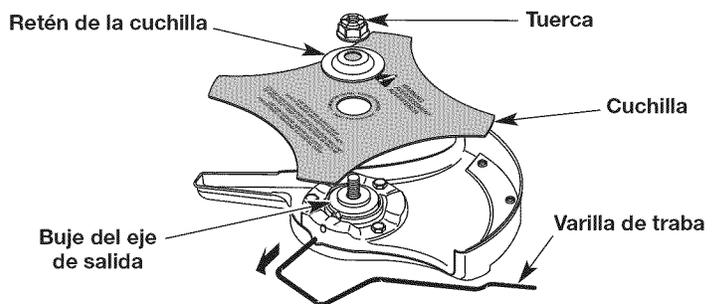
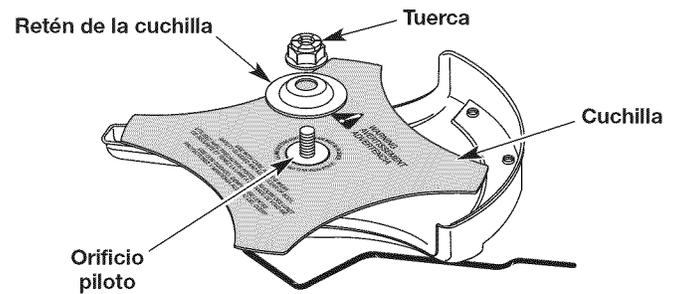

Fig. 15
Fig. 16
4. Quite la varilla de traba (Fig. 15).
5. Quite la tuerca, el retenedor de la hoja y la hoja (Fig. 15).
1. Coloque la cuchilla en el buje del eje de salida (Fig. 15). Asegúrese de que la cuchilla esté centrada en el paso del piloto (Fig. 16). La cuchilla debe asentarse de forma plana contra el buje del eje de salida.
4. Mientras esté sosteniendo la varilla de traba en su lugar, coloque el retén de la cuchilla y la tuerca en al eje de salida (Fig. 16).